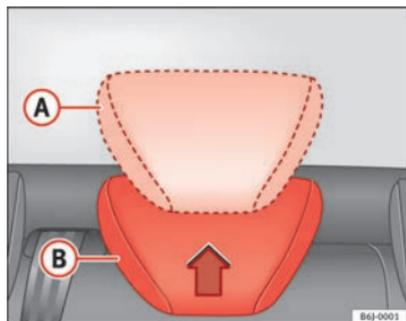

Fig. 5 Regulação dos encostos de cabeça traseiros
- Posição elevada ou de utilização **A** ⇒ Fig. 5. Nesta posição, o encosto de cabeça funciona como um encosto de cabeça convencional, protegendo juntamente com o cinto de segurança os passageiros dos lugares traseiros.
- Posição de repouso, não utilização **B** ⇒ Fig. 5. Esta posição facilita a visibilidade traseira por parte do condutor.